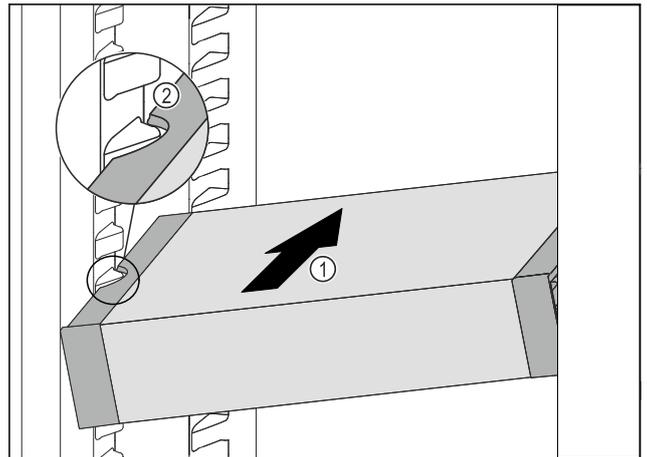

Fig. 104
- ▶ Introduzca el VarioSafe en posición oblicua en el compartimento del frigorífico Fig. 104 (1) hasta que los huecos laterales Fig. 104 (2) del VarioSafe se encuentren a la altura de la nervadura del recipiente en el compartimento frigorífico.